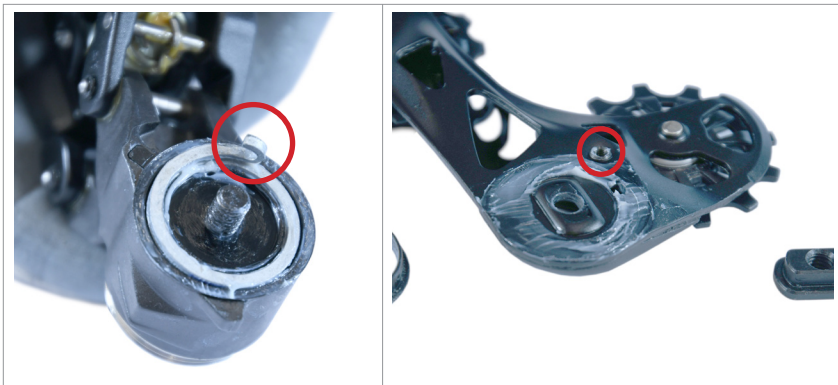

Abb.3
**3)** Montieren Sie den Schwenkbügel, dabei die Feder in die entsprechende Nut am Schwenkbügel setzen (Abb. 3).